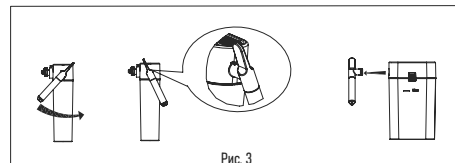

Рис. 3
**ВНИМАНИЕ!** После каждого приготовления капучино или латте снимайте и промывайте трубку для подачи молока под проточной водой (рис. 3).